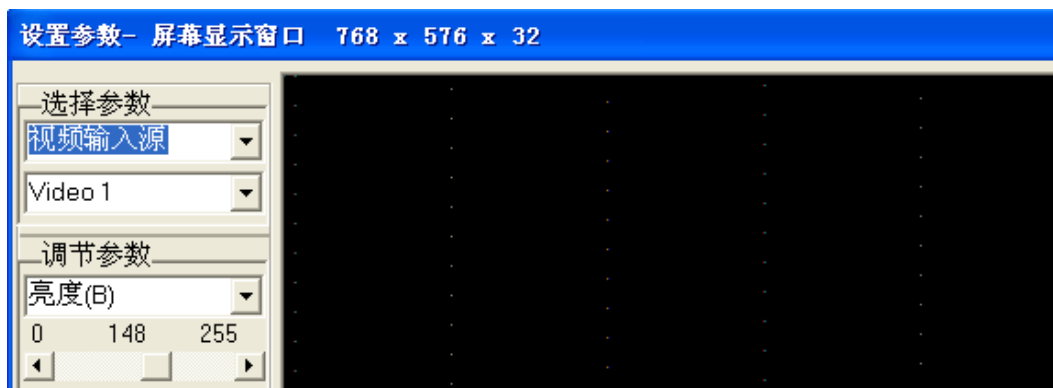
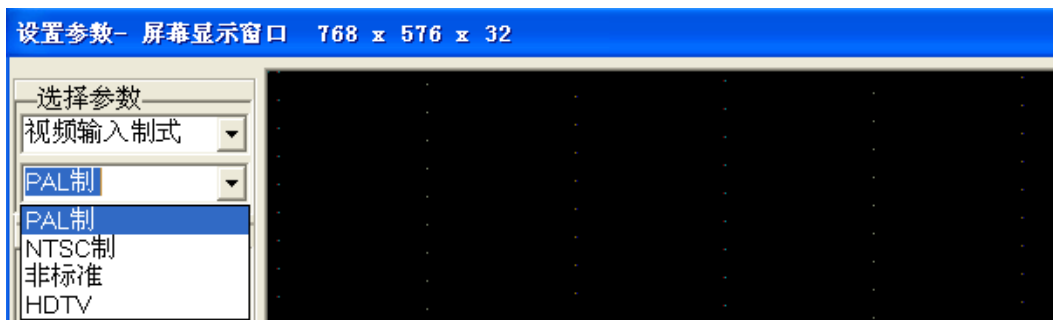

图 8
图 9
- 6, 请在“设置参数”对话框中选择正确的“视频输入源”, 如图 8 所示, 然后根据您要采集的信号源参数手动选择“视频输入制式”为 PAL 制或 NTSC 制, 如图 9 (多路监控卡只能采集 PAL 制信号和 NTSC 制信号), 应用程序会根据您选择的视频制式自动设置采集卡的参数。